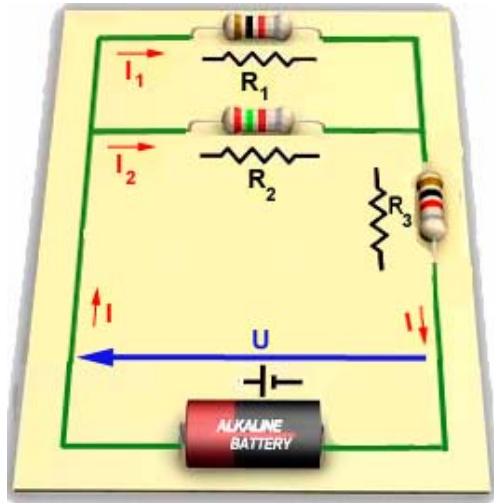

Figura 11 – Exemplo de associação mista de resistores.
O circuito ilustrado na figura 11 apresenta uma *associação mista* de resistores.
Calcule a resistência equivalente do circuito da figura 11, sabendo-se que $R_1 = 1\text{ k}\Omega$, $R_2 = 2,5\text{ k}\Omega$ e $R_3 = 3\text{ k}\Omega$.
Observado-se a figura 11, verifica-se que as resistências R_1 e R_2 estão em paralelo e, assim, de acordo com a expressão (8), a resistência em paralelo (R_{eqp}) é: